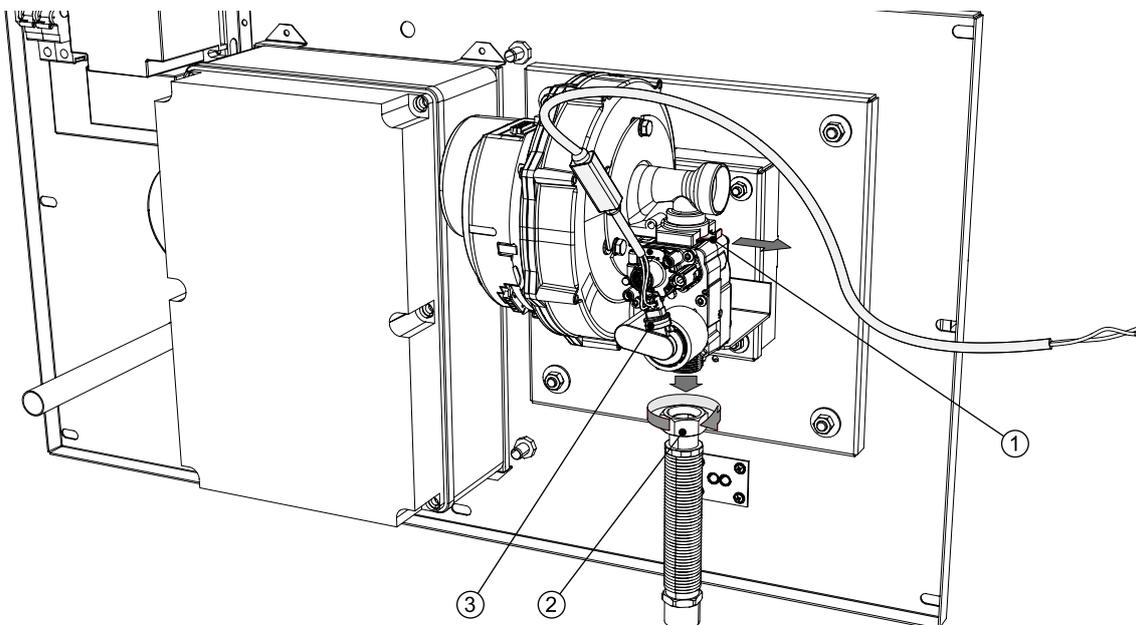

Fig. 8.2
3. Desconecte el cable de alimentación eléctrica (3), fig. 8.2.
4. Desenrosque el acoplamiento de la manguera (2).
5. Retire la horquilla de fijación (1) que sujeta la válvula de gas para que no se caiga.